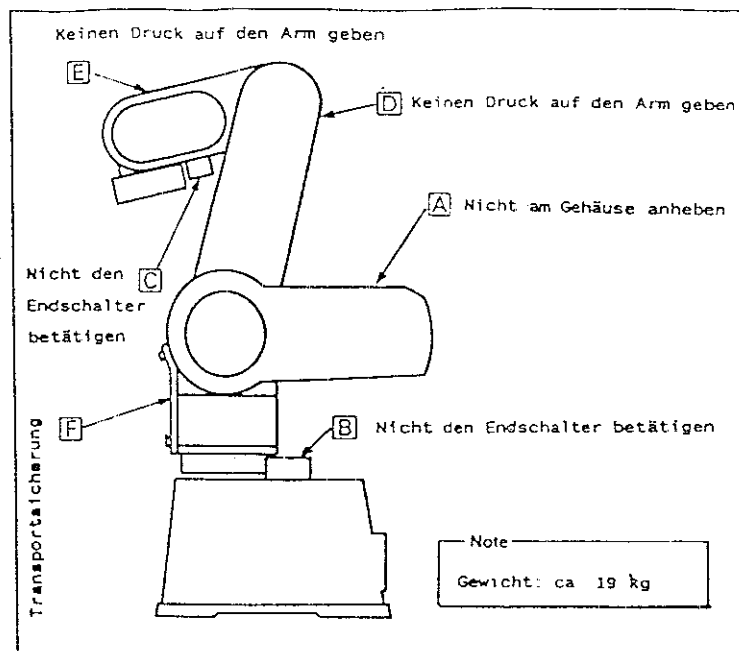

Abb. 1.1.1 Roboter bei Auslieferung
- (1) Bevor der Roboter ausgepackt wird, sollte sorgfältig das Kap. 2.1.1 "Transport des Roboters" gelesen werden.
- (2) Der Roboter darf auf keinen Fall am Gehäuse (s. Abb. 1.1.1, A) aus der Verpackung gehoben werden.
- (3) Die Grundeinstellung der Endschalter und Anschläge ( C und B) wurde vor Auslieferung vom Werk vorgenommen. Sie dürfen nicht berührt werden, damit die Wiederholgenauigkeit gewährleistet ist.
- (4) Die Arme (D und E) sind durch eine Sperre gesichert und dürfen nicht von Hand bewegt werden.
- (5) Die Transportsicherung (F) darf erst nach erfolgter Installation des Roboters entfernt werden.
- (6) **Achtung:** Vor der ersten Positionseingabe muß der Bezugspunkt des Roboters justiert werden (s. S. 5-26).